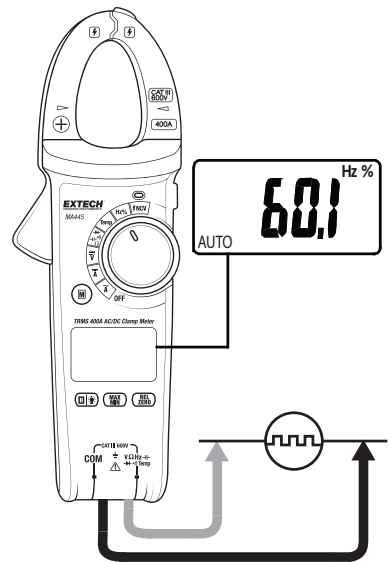

Abb. 8 – Frequenzmessungen
1. Stecken Sie den schwarzen Bananenstecker der Leitung in die negative COM-Buchse. Stecken Sie den roten Bananenstecker der Prüflleitung in die positive Buchse. Siehe Abb. 8.